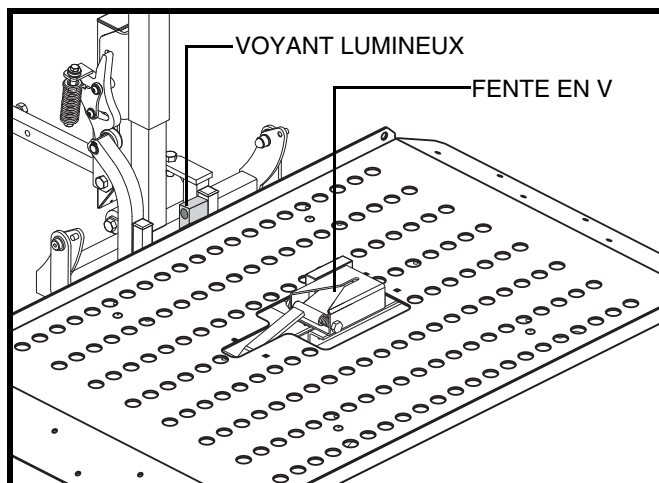

Figure 16. Borne d'alimentation
1. Abaissez la plateforme jusqu'au sol. Assurez-vous que le voyant rouge s'allume. **Voir la figure 16.**
2. Embarquez le fauteuil motorisé sur la plateforme en vous assurant de bien aligner l'adaptateur du fauteuil avec la fente en "V" de la borne d'alimentation. **Voir la figure 16.**
3. Faites avancer le fauteuil motorisé jusqu'à ce que l'adaptateur de borne soit entièrement inséré dans la borne d'alimentation. La fente en "V" guidera l'adaptateur vers sa position sur la borne. **Voir la figure 16.**